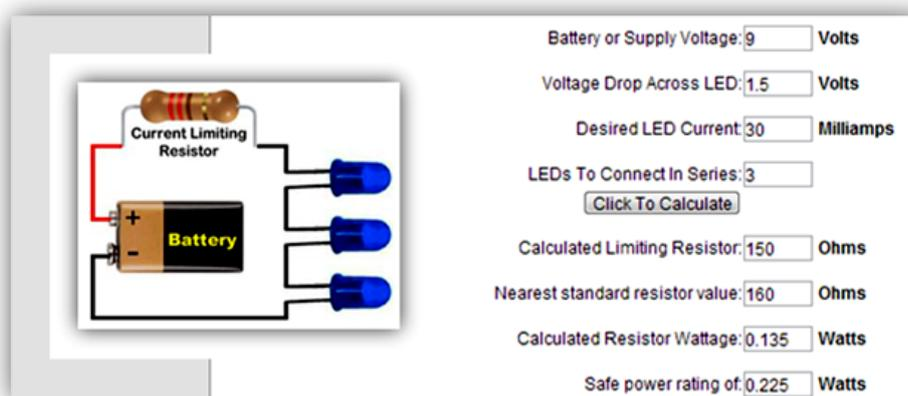

Figura 1.75 – Cálculo do resistor limitador para três LEDs conectados em série.
No site http://www.pcboard.ca/kits/led_notes/ encontra-se um aplicativo pelo qual é possível calcular o resistor limitador para um e para três diodos LED, como indica a Figura 1.75. Observe o leitor os valores escolhidos: diodos conectados em série (3), 9 V para a tensão da fonte e 1,5 V para V_{LED} . Acesse o site e teste outros valores. Verifique matematicamente o valor retornado pelo aplicativo.